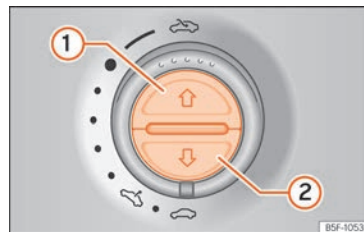

**Fig. 112** En el revestimiento interior del techo: teclas de la cortinilla parasol.
- Pulse la tecla » fig. 112 ① brevemente.
- *Cortinilla parasol:* antes de que transcurran aprox. 5 segundos desde la activación de la función antiaprisionamiento, pulse la tecla » » » **fig. 112** **②** hasta que la cortinilla se cierre completamente.